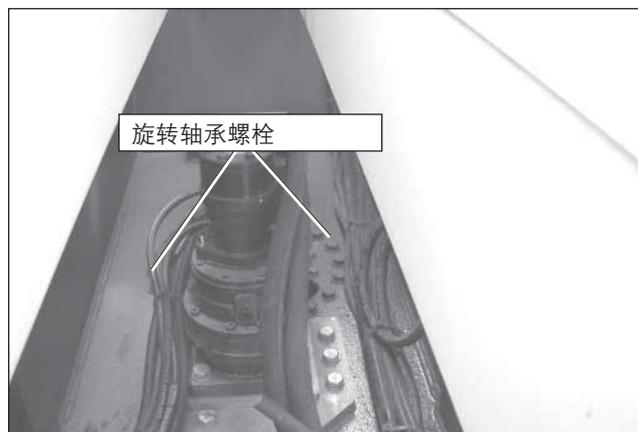

图 7.13 – 旋转轴承螺栓
3. 升起举升臂，以便可以操作转盘中的内座圈旋转轴承螺栓(请参见图 7.13)。可以从底盘的下方朝上查看外座圈螺栓。